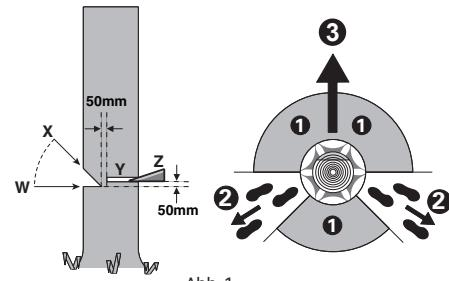

Abbildung 1
Vor dem Fällen sollte ein Fluchtweg geplant und wenn nötig freigemacht werden. Der Fluchtweg sollte nach hinten und diagonal zur Rückseite der erwarteten Falllinie erweitert werden, wie in Abbildung 1 dargestellt.
Stammdurchmessers ausmacht, im rechten Winkel zur Fallrichtung, wie in Abbildung 1 dargestellt. Zuerst den unteren waagrechten Kerbschnitt durchführen (W). Dadurch wird das Einklemmen der Sägekette oder der Führungsschiene beim Setzen des zweiten Kerbschnitts vermieden (X).
Setzen Sie den Fällschnitt 50 mm höher als den waagrechten Kerbschnitt (Y), wie in Abbildung 1 dargestellt. Den Fällschnitt parallel zum waagrechten Kerbschnitt ausführen. Den Fällschnitt nur so tief einsägen, dass noch ein Steg (Fälleiste) stehen bleibt, der als Scharnier wirken kann. Der Steg verhindert, dass sich der Baum dreht und in die falsche Richtung fällt. Sägen Sie den Steg nicht durch.
Bei Annäherung des Fällschnitts an den Steg sollte der Baum zu fallen beginnen. Wenn sich zeigt, dass der Baum möglicherweise nicht in die gewünschte Richtung fällt oder sich zurück neigt und die Sägekette festklemmt, den Fällschnitt unterbrechen und zur Öffnung des Schnitts und zum Umlegen des Baumes in die gewünschte Falllinie Keile aus Holz, Kunststoff oder Aluminium verwenden (Z) (3). Wenn der Baum zu fallen beginnt, die Kettenäge aus dem Schnitt entfernen, ausschalten, ablegen und den Gefahrenbereich über den geplanten Fluchtweg verlassen (2). Auf herunterfallende Äste achten und nicht stolpern. (Siehe Abb. 1)